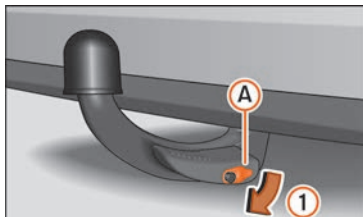

Abb. 188 Anhängerkupplung ausbauen
- Nehmen Sie die Abdeckung (A) vom Schloss (1) »» Abb. 188.
- Stecken Sie den Schlüssel (B) in das Schloss ein (2) »» Abb. 188.
- Drehen Sie den Schlüssel nur eine halbe Umdrehung nach links (3), bis sich das Loch des Schlüssels oben befindet »» Abb. 188.